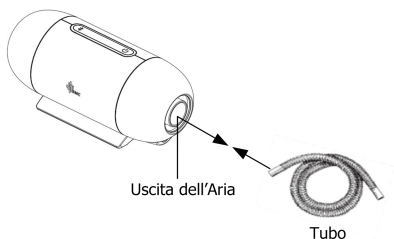

Fig. 11-4
- (1) Collegare un’estremità del tubo all’uscita dell’aria del dispositivo, come mostrato nella Fig. 11-4.